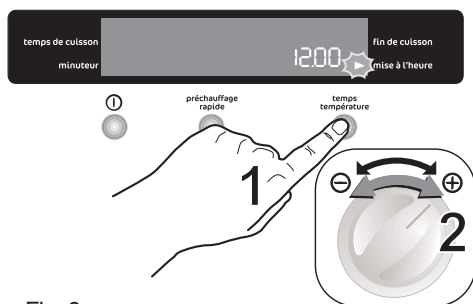

Fig. 6
1. Appuyez sur la touche "Temps" jusqu'à ce que le voyant de "mise à l'heure" ► clignote. Réglez l'heure en tournant la commande **TEMPERATURE/TEMPS** jusqu'à la position **⊖** ou **⊕** par intervalles de 1 minute en 1 minute. (Fig. 6).